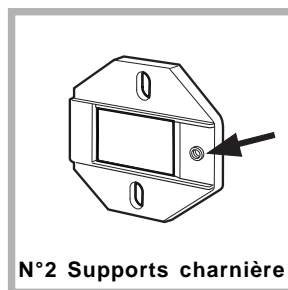

Fig. 1
- Montez les supports de charnière sur la façade en positionnant le trou indiqué par la flèche fig. 1 côté interne de la façade, utilisez les vis de type C.